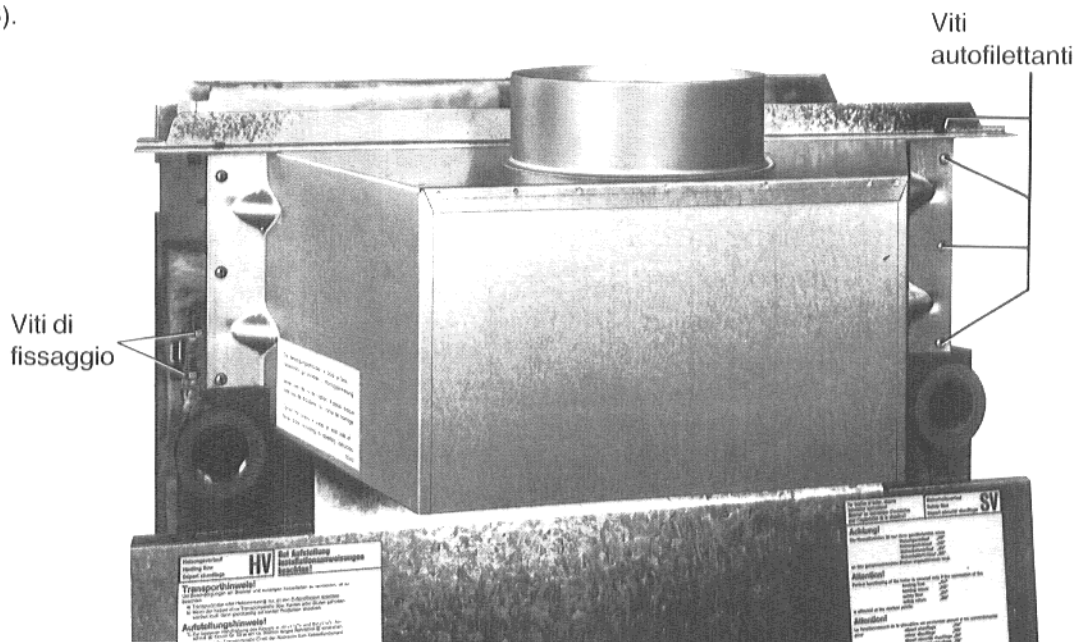

Fig. 6 – Figura esplicativa
- Svitare la **sicurezza antiriflusso** dal collettore dei gas di scarico (Fig. 6). Per le caldaie 04.30 da 2 a 6 elementi, collettore e sicurezza antiriflusso sono un'unità.